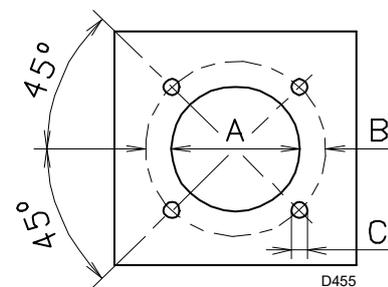

Fig. 15
Forare la piastra di chiusura della camera di combustione come in Fig. 15 (Tab. K) La posizione dei fori filettati può essere tracciata utilizzando lo schermo termico a corredo del bruciatore.
- Infilare tutto il bruciatore sul foro caldaia, precedentemente predisposto (Fig. 15), e fissare con le viti date a corredo.